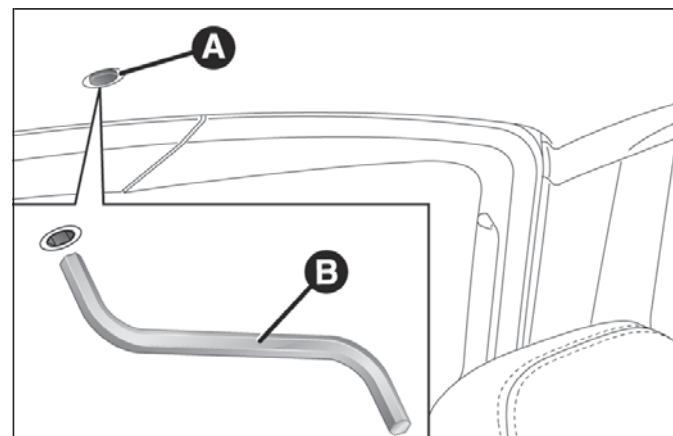

fig. 70
- ☐ retirar el tapón de protección A fig. 70 situado en el revestimiento interior;